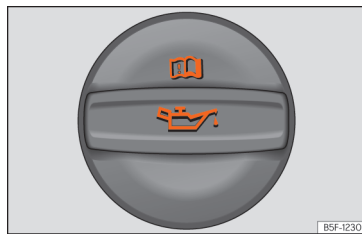

Fig. 230 Tampa do bocal de enchimento do óleo do motor no compartimento do motor.
- Localize o bocal de enchimento do óleo do motor. Reconhece-se pelo símbolo que existe sobre a tampa >>> **Fig. 230**.
- Desenrosque a tampa do bocal de enchimento do óleo do motor >>> **Fig. 230**.